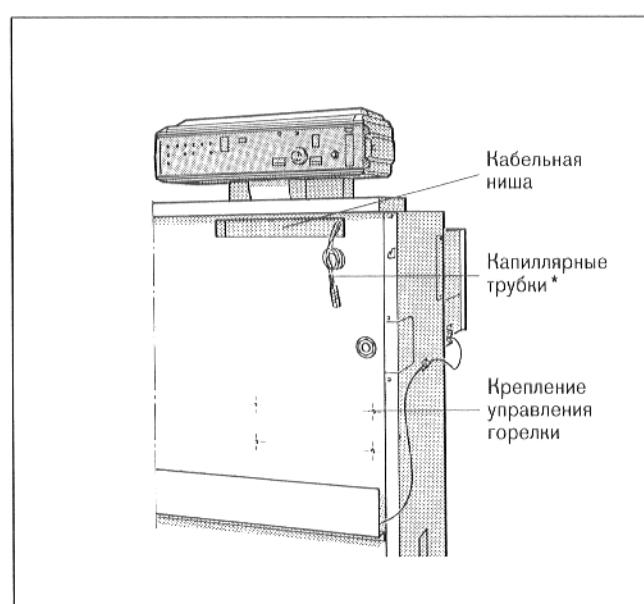

Рис. 36 – передняя сторона котла со снятой передней стенкой
- Проложить капиллярные трубы датчиков температуры и, при Ecomatic-регулировании, трубопровод датчика температуры котельной воды, из кабельной ниши, через отверстие в переднем кожухе котла, к передней стороне котла (см. рис. 36)
- Привинтить управление горелки 4 винтами для листового металла к промежуточной стенке (см. рис. 36/38).